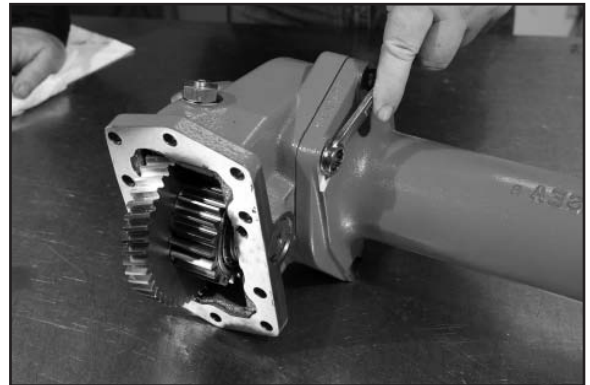

Abb. 1
1. Das Eingangsgehäuse wird zuerst am Getriebe installiert. Die Baureihe 890/897 wird zusammengebaut geliefert. Die 4 Schrauben entfernen, mit denen der Rohrabschnitt am Eingangsgehäuse befestigt ist (**Abb. 1**).